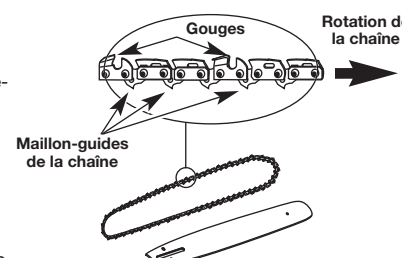

Fig. 36
- Étalez la nouvelle chaîne coupante en la disposant en boucle et redressez les éventuels nœuds. Les gouges sur le dessus du guide doivent faire face à l'extrémité du guide, dans le sens de la rotation de la chaîne (Fig. 36). S'ils sont dirigés dans le sens inverse, retournez la boucle.
REMARQUE : Assurez-vous que la chaîne est correctement installée et que les gouges sont orientées dans la bonne direction (Fig. 36).